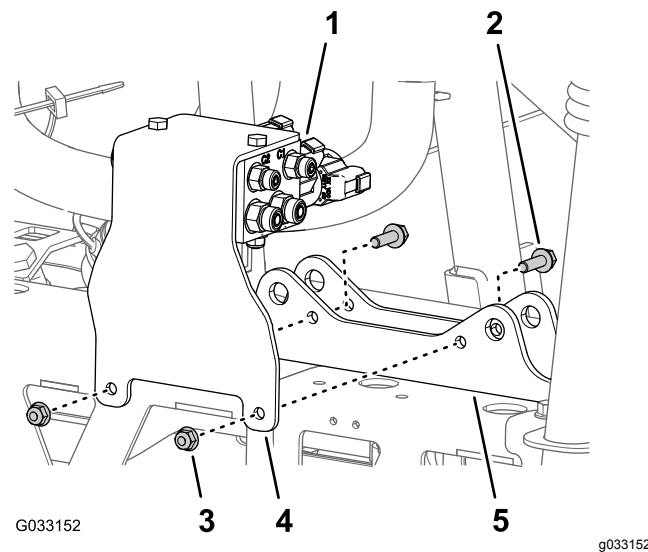

Bild 67
- Entfernen Sie die zwei Sicherungsbundmutter (5/16") und die zwei Bundkopfschrauben (5/16" x 1"), mit denen die Stützhalterung für den Auslegerhubverteiler an der Zylinderbefestigung befestigt ist, und nehmen Sie den Verteiler und die Halterung von der Maschine ab (Bild 67).